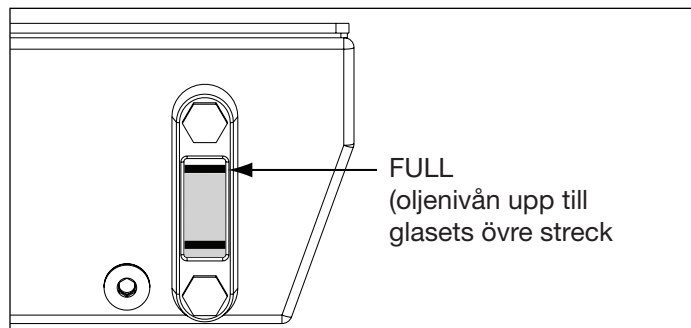

Figur 1, Behållarens ventilator och oljepåfyllningsplugg
Se figur 1. En transportplugg (A) är monterad i ventilatorporten ovanpå behållaren. Innan du använder pumpen, byt ut transportpluggen (A) mot behållarens ventilator (B) och adapteranslutningen (C).
Kontrollera oljenivån i pumpen före igångsättning. Behållaren är full när oljenivån når upp till toppen av inspektionsglasets som figur 2 visar. Fyll på olja efter behov genom att ta bort oljepåfyllningspluggen (D) från påfyllningsröret som figur 1 visar. Använd Enerpac HF olja (ISO 32).